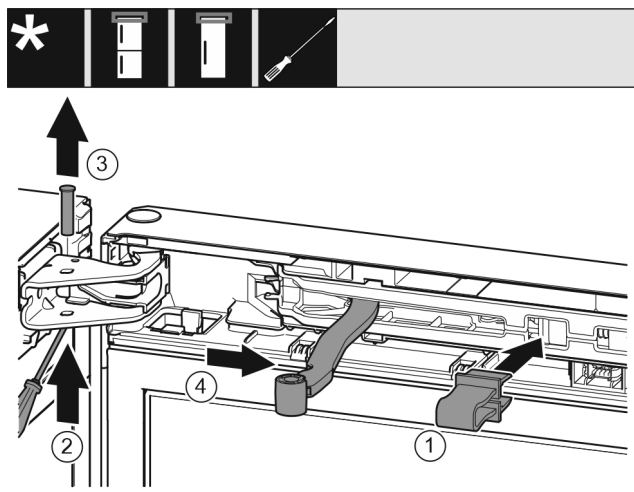

Fig. 8
- ▶ Innestare la protezione nell'apertura. Fig. 8 (1)
- ▶ Spingere verso l'esterno il perno con un cacciavite. Fig. 8 (2)
- ▶ Estrarre il perno verso l'alto. Fig. 8 (3)
- ▶ Ruotare il giunto articolato in direzione della porta. Fig. 8 (4)